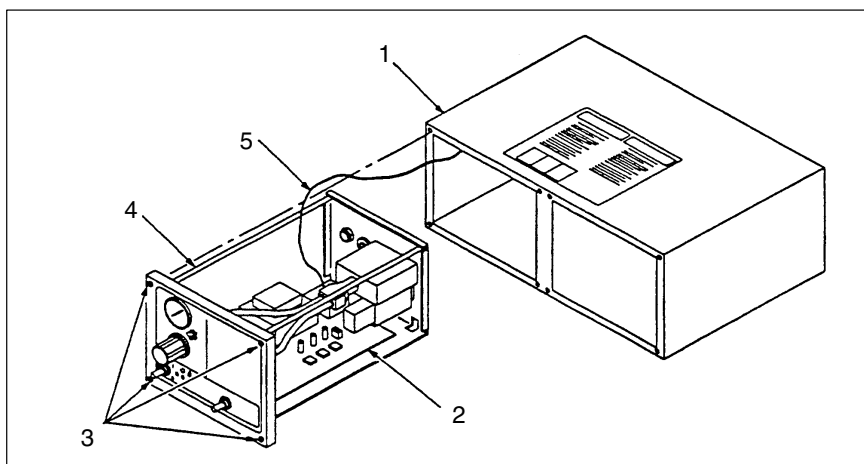

Fig. 6-1 Utmontering av styringsmodulen fra kabinettet
2. Se fig. 6-1. Løsne de fire festeskruene (3) som holder styringsmodulen (4) festet i kabinettet (1).
3. Skyv styringsmodulen ut av kabinettet. Koble fra jordledningen (5) mellom kabinettet og modulen.